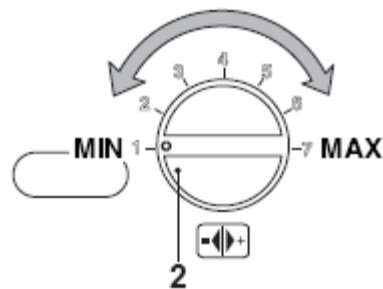

рис. 9.11
• Тепловая мощность отопления может меняться с помощью ручки 2, см. рис. 9.11.